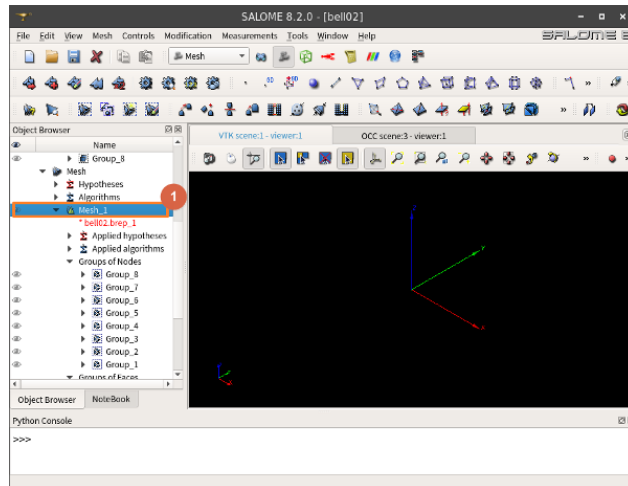

Figure 11: 11
- Figure 11에서, 금방 모든 셋팅을 마친 1번 피쳐 즉 Mesh_1의 컨텍스트메뉴(마우스 오른쪽 버튼을 누르면 나오는 메뉴)에서 Compute를 누르면, 매쉬 생성 작업을 시작하게 된다. 조금 기다리면 매쉬 생성이 완료되고, 매쉬에 관한 정보를 알려주는 창이 뜬다.